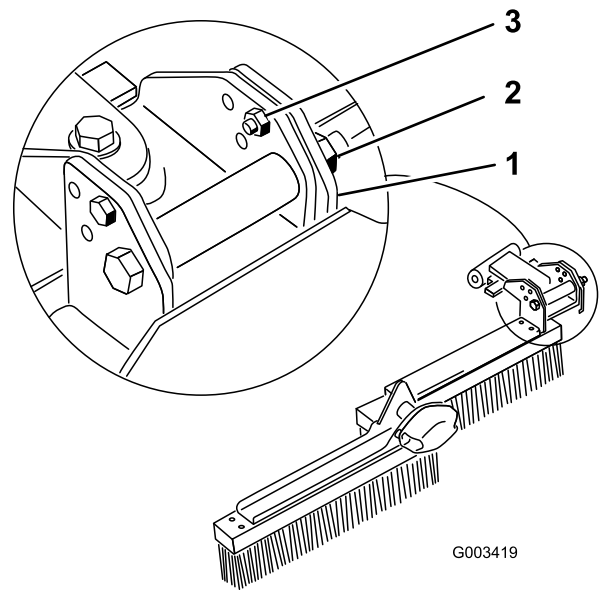
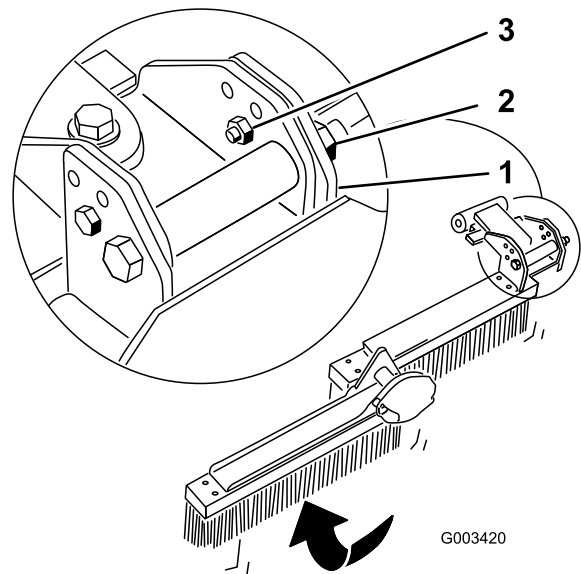
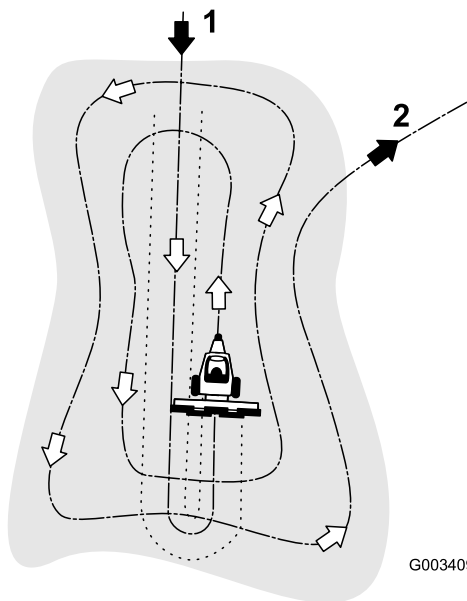

Figura 14
Figura 15
Figura 16
1. Afloje la tuerca y el perno que sujetan los soportes de los pivotes de los cabezales del cepillo (Figura 14).
2. Retire los 2 pernos de ajuste y las tuercas de los soportes de los pivotes de los cabezales del cepillo (Figura 14).
3. Instale y fije los pernos de ajuste y las tuercas en las ubicaciones que desee, tal y como se muestra en la Figura 14, la Figura 15 y la Figura 16.
El patrón de rastrillado recomendado para una trampa de arena es el que se muestra en Figura 16. Este patrón evita solapes innecesarios, reduce la compactación al mínimo y deja un dibujo sencillo y atractivo en la arena. Entre en la trampa en línea recta por la dimensión más larga, donde el talud es menos pronunciado. Conduzca siguiendo la línea central de la trampa casi hasta el final, haga un giro lo más cerrado posible en cualquier sentido y vuelva junto a la primera pasada. Siga una espiral hacia fuera según se muestra en el dibujo, y salga de la trampa en ángulo recto por una zona llana. Deje los taludes cortos y empinados y las pequeñas zonas